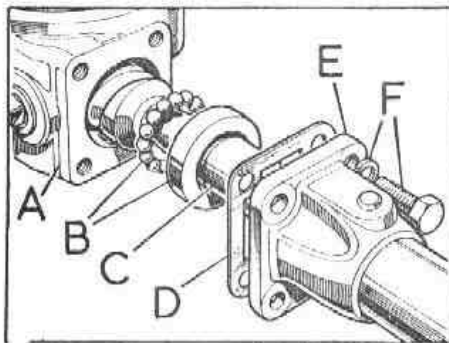

Fig. G-35 Caja y columna de la dirección
- 1.3. Sujetando la columna de dirección en un tornillo de banco se soltarán los tornillos, F (Fig. G-35) de fijación de la caja de dirección, y seguidamente, utilizando un mazo, se golpeará sobre la barra de la dirección, C, por el extremo correspondiente al volante, para separar parcialmente la caja.
- 1.4. Extraer el conjunto de la caja y barra de la dirección, teniendo cuidado de que no se caigan las bolas de acero de los cojinetes, B (Fig. G-35).